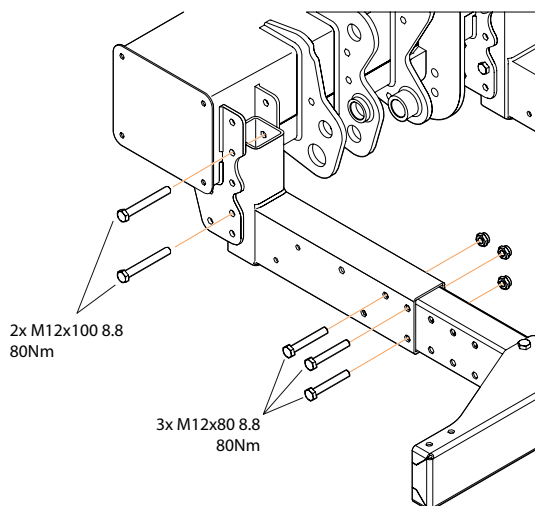

Imagen 51. Montaje de la protección contra empotramientos
1. Monte la parte interior de cada soporte, se pueden montar en cuatro alturas diferentes. Elija una altura que proporcione una posición que cumpla con los requisitos legales, consulte el apartado "3.2 Medidas reglamentarias" en página 9. Utilice el tornillo correspondiente M12x100. Monte sin apretar los tornillos, consulte Imagen 51.
Utilice el tornillo correspondiente M12x80. Monte sin apretar los tornillos. Consulte Imagen 51.